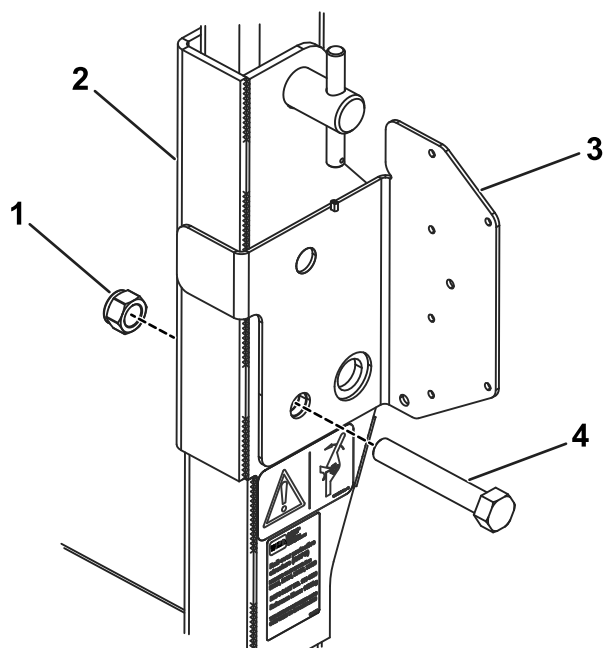

Figura 2
7. Alinee el orificio del soporte de la luz izquierdo con este orificio e inserte el perno nuevo (Figura 2).
8. Instale la contratuerca (M16) en el perno y apriétela a 15 N m (Figura 2).